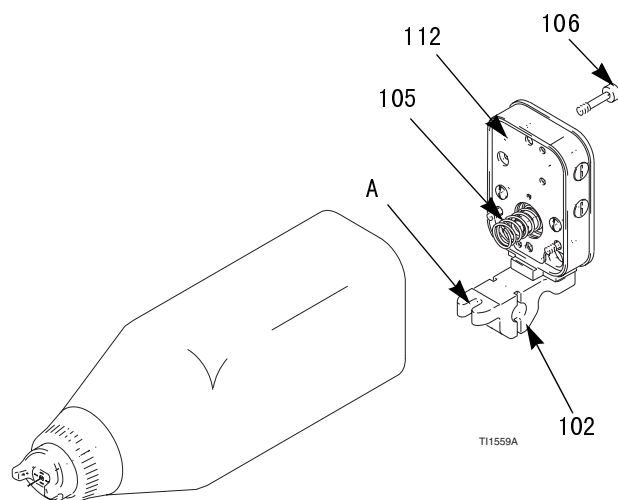

图 20. 从歧管上卸下喷枪
1. 拧松底部喷枪螺钉（ 31 ），直至安装支架槽（ A ）中的喷枪底座松开。见图 20。
1. 确保垫圈（ 112 ）和弹簧（ 105 ）位于歧管上合适的位置。见图 20。检查零件破损状况，并按需要更换。